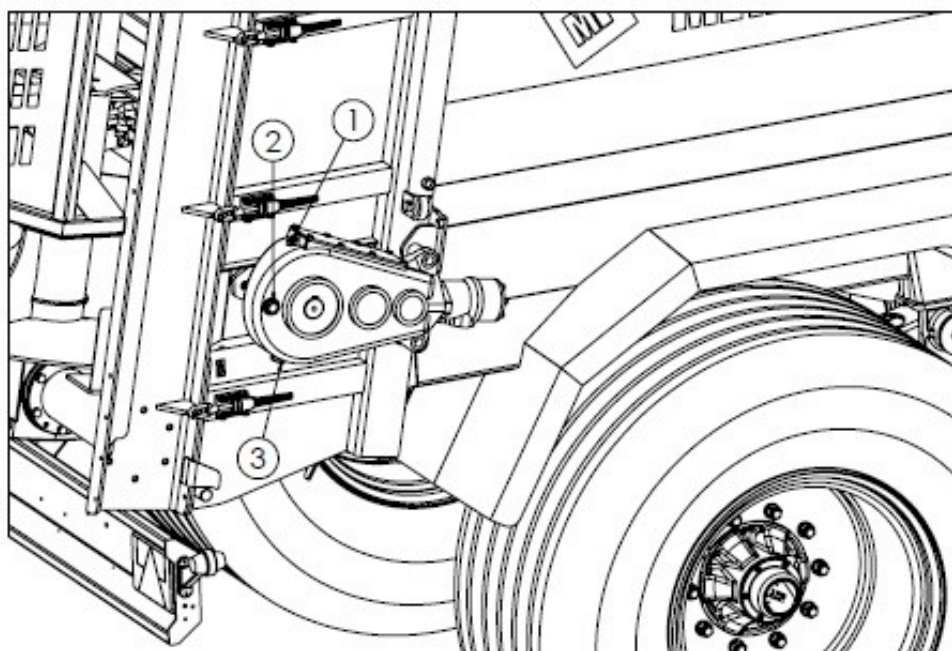

Рисунок 23-й Контрольные точки уровня масла в коробке передач напольного транспортера.
Для слива масла из редуктора (рис. 23, 24) необходимо вывернуть сливные пробки (3). Через маслозаборник (1) залейте новое масло в редуктор до тех пор, пока оно не появится в контрольном глазке (2). Правильный уровень масла достигается тогда, когда масло видно посередине контрольного глазка.